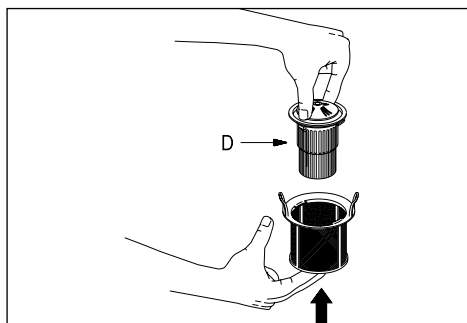

fig 16b
- Verwijder het microfilter (D). Duw het van onderaf uit de behuizing (zie fig. 16b).